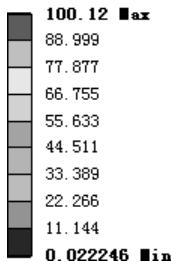

图 6.2.9 等效应力结果图解
(1) 查看等效应力结果图解。在“Outline”窗口中单击选中 Equivalent Stress, 查看图 6.2.9 所示的等效应力结果, 可知最小应力为 0.022246 MPa, 最大应力为 100.12 MPa。